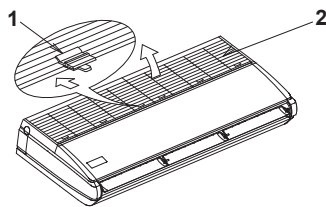

Bild 4
- Skjut luftintagsgallrets fästknoppar (32-typ: 2 platser var, 63, 100-typ: 3 platser var) bakåt (i pilens riktning) för att öppna luftintagsgallret ordentligt. **(Se bild 4)**